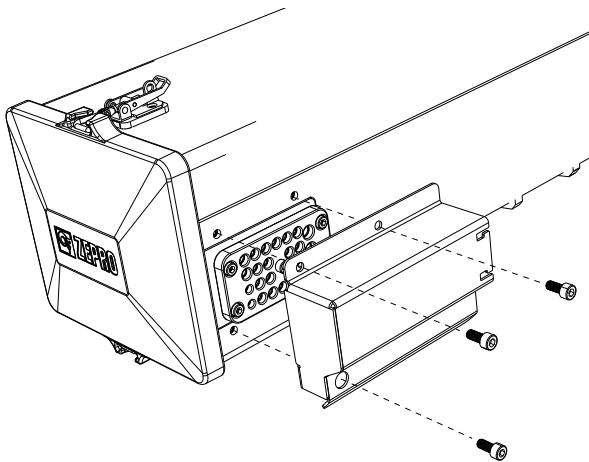

Figure 70. Capot de protection du presse-étoupe maintenu par trois vis
1. Retirez le couvercle de protection du passe-câble, il est monté avec trois vis, voir Figure 70.
2. Fixez le capot de protection du presse-étoupe avec les trois vis correspondantes, voir sections Figure 70.